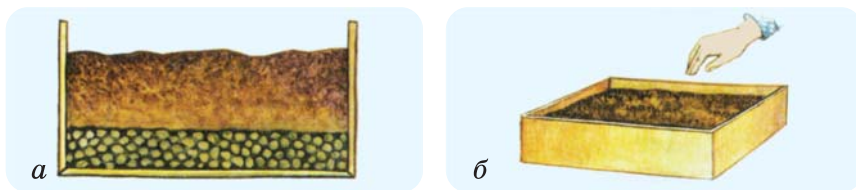

Рис. 4
4. Подготовьте посадочный ящик: на дно уложите дренаж, сверху насыпьте 15–20 см плодородной почвы и полейте водой. Колышком разметьте бороздки для посева (рис. 4, а).
5. Посейте семена помидоров рядами. Присыпьте их рыхлой почвой тонким слоем. Накройте ящик полиэтиленовой плёнкой и поставьте в тёплое место (рис. 4, б).